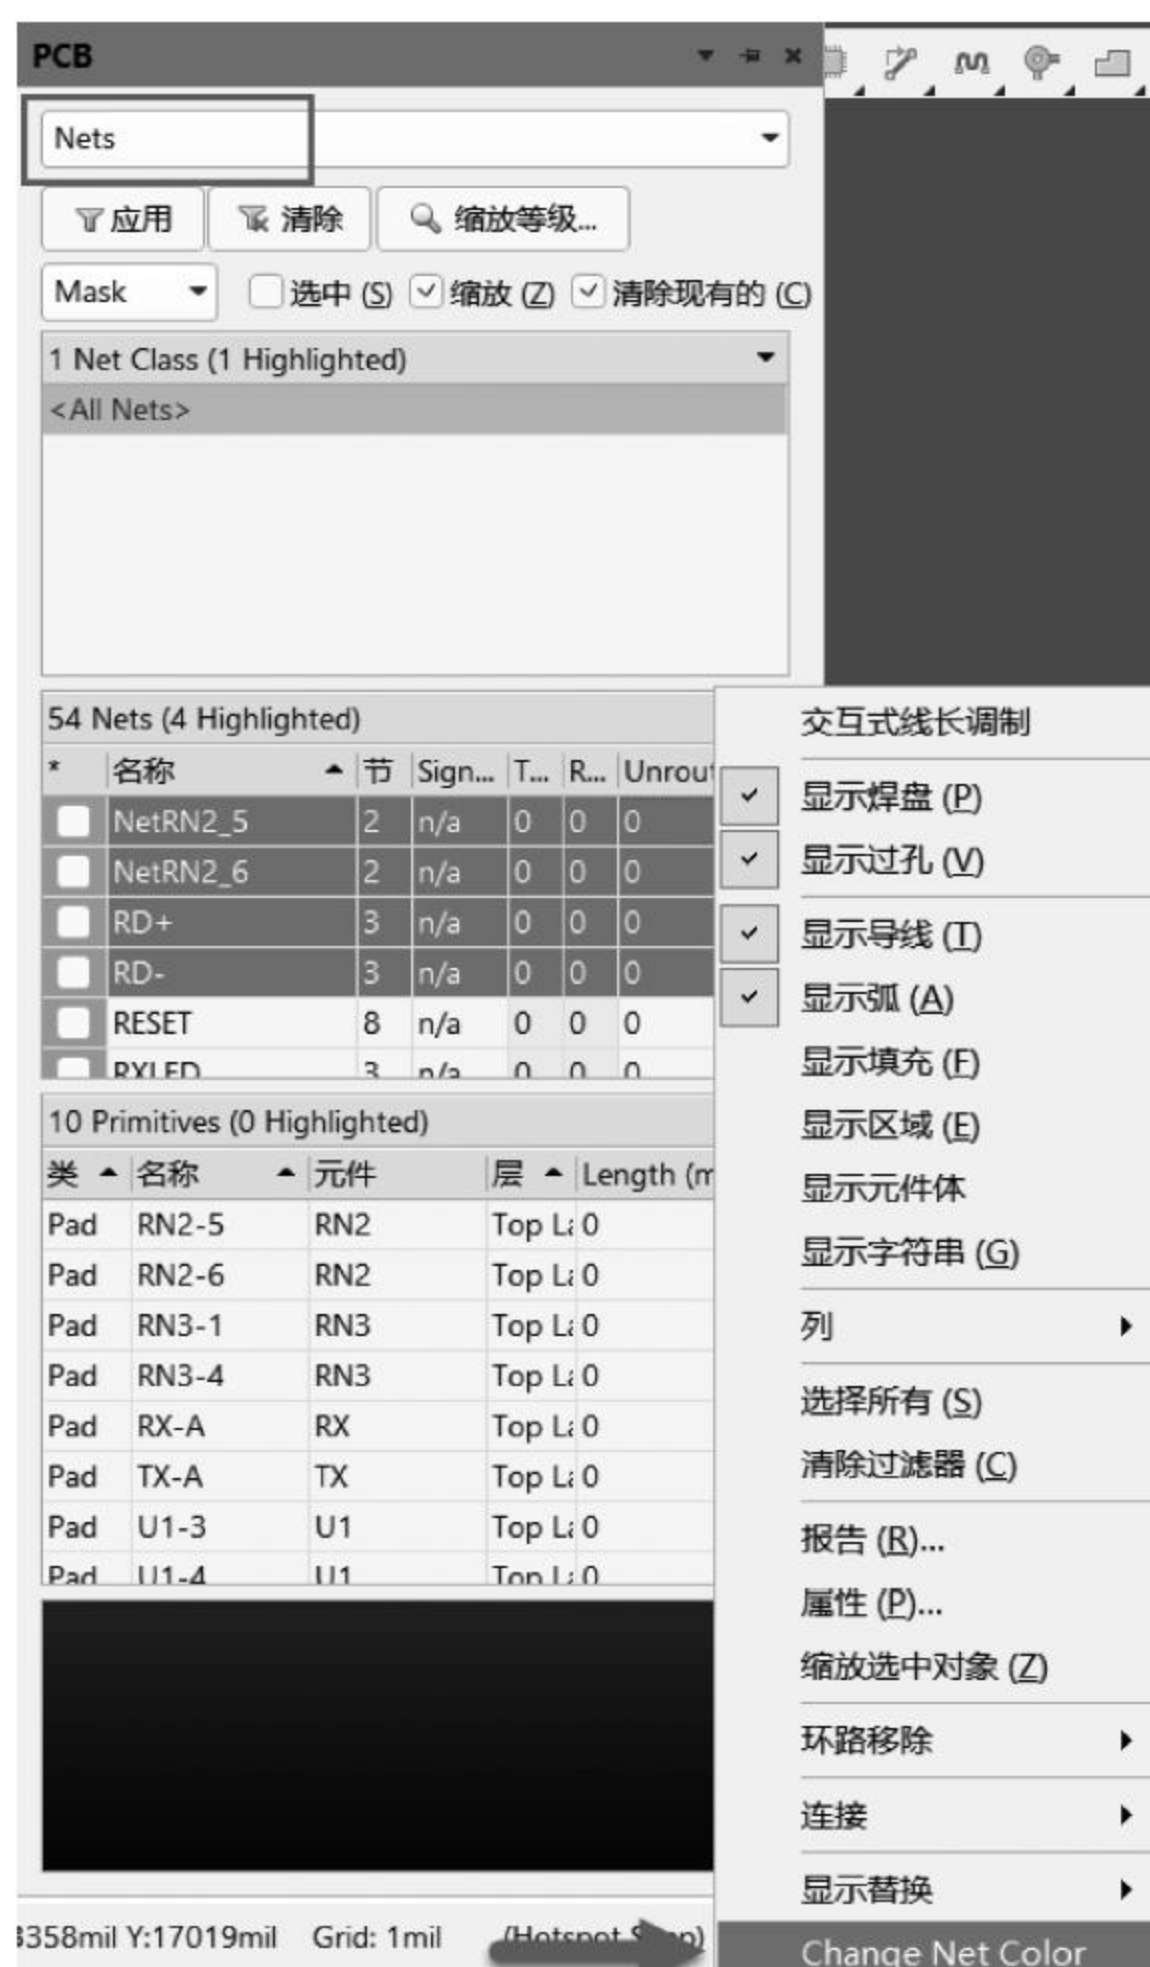

图 5-45 选择 Change Net Color(改变网络颜色)命令
(1) 打开 PCB 文件,在 PCB 编辑环境中单击右下角的 Panets 按钮,在弹出的菜单中选择 PCB 选项,打开 PCB 面板。在上方的下拉列表框中选择 Nets 选项,打开网络管理器。
(2) 选择一个或者多个网络,单击鼠标右键,在弹出的快捷菜单中选择 Change Net Color 命令,对单个网络或者多个网络进行颜色的更改,如图 5-45 所示。
(3) 执行改变网络颜色命令后,单击鼠标右键,在弹出的快捷菜单中选择“显示替换”→“选择的打开”命令,对修改过颜色的网络进行使能。
(4) 这样就完成了网络颜色的修改。如果在 PCB 编辑界面中看不到颜色的变化,需要按 F5 键打开颜色开关。